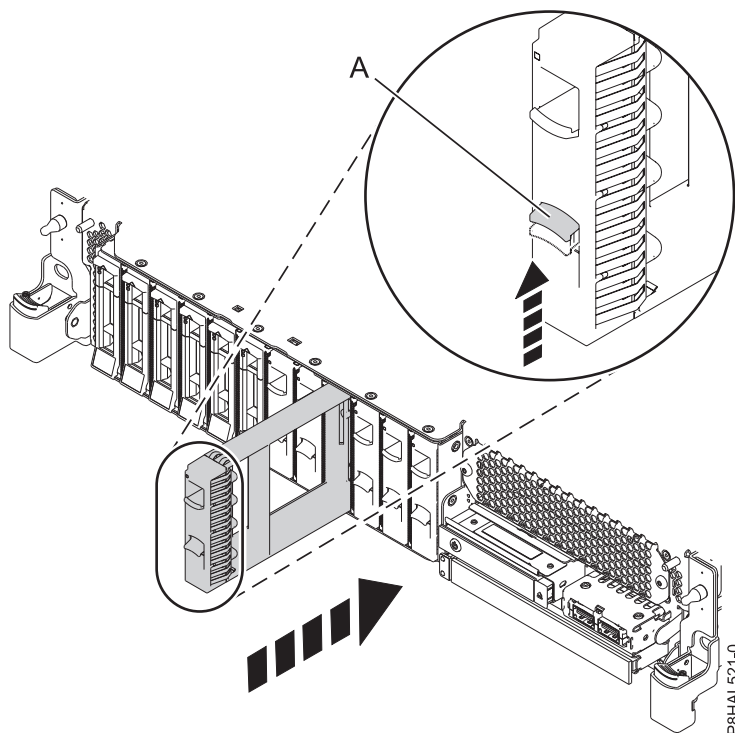

Figura 40. Instal·lació d'un panell de reblliment d'unitats de disc en un sistema
3. Alineu el panell de reblliment de la unitat de disc amb la ranura de la unitat i empenyeu-lo cap al sistema (A) fins que quedi ben encaixat, tal com es mostra a Figura 40 a la pàgina 52.